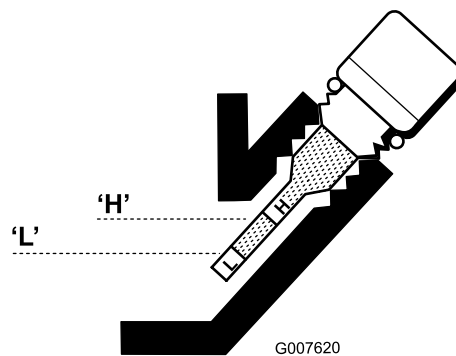

図 26
3. ゲージをウェスできれいに拭き、もう一度差し込む。ゲージはネジ込まずにさし込む。引き抜いて油量を点検する。量が不足している場合には、ゲージの読みが H と L の間になるまで、必要量だけオイルを補給する (図 26)。油量を確認する。入れすぎないこと。